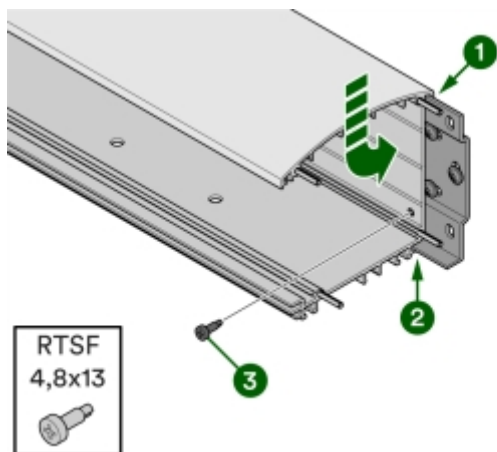

Bild 14: Fäst balk på väggfäste
7 Häng upp balken i spåret på baksidans överkant (1 i Bild 14).
- Se till att väggfästets underkant träffar det undre spåret på balksektionens baksida (2 i Bild 14).
- 8 Säkra balken med en borrarv RTSF 4,8 × 13 genom profilen och väggfästet (3 i Bild 14).